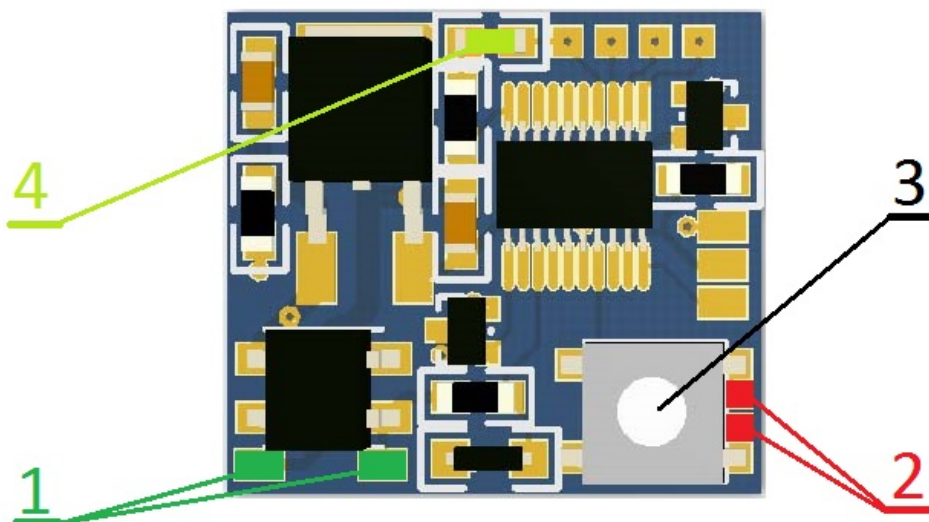

Imagen 1 – Partes principales del Decoder
Revisar atentamente el esquema de colores de la Figura 1 y la Imagen 1, prestando atención en los colores de los cables y las posiciones donde los mismos van colocados.
Para programar la dirección del servodecoder, solo es necesario presionar el botón (3) (ver Imagen 1) mientras se acciona el desvío en la central. El decoder leerá la dirección enviada y la guardará en su memoria usarla en el futuro. En caso de realizar correctamente el procedimiento el Led (4) (ver Imagen 1), parpadeara en forma lenta y se apagará.
Para programar la velocidad del servodecoder, solo es necesario mantener el botón (3) (ver Imagen 1) mientras se acciona repetidamente el botón de accionamiento del desvío en la central y la velocidad disminuirá. Si se aprieta repetidamente el otro botón correspondiente a ese desvío la velocidad el decoder aumentará. El decoder leerá la dirección y la guardará en su memoria usarla en el futuro.